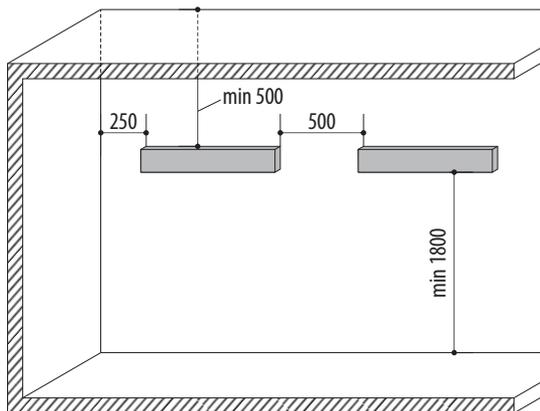

Рисунок 6.
- 1.9. Конструкция обогревателей позволяет применять их как единичный обогреватель, так и в любых необходимых количествах при соблюдении расстояний между обогревателями (см. рис. 6).
- 7.2. При выборе места установки следует учитывать, что для безопасной работы обогревателя необходимо обеспечить: расстояние до пола — не менее 180 см, до боковой стены — не менее 25 см, свободное пространство над обогревателем — не менее 50 см (см. рис. 6, 7). Минимальные расстояния от обогревателя до различных поверхностей приведены на рисунке 6. Минимальное расстояние от обогревателя до мебели, бытовой техники и других легковоспламеняющихся поверхностей — 500 мм.